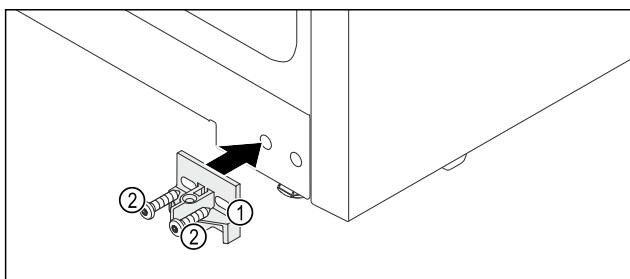

Fig. 17
- ▶ Смонтируйте крепление Fig. 17 (1) при помощи винтов Fig. 17 (2) с противоположной стороны корпуса устройства.